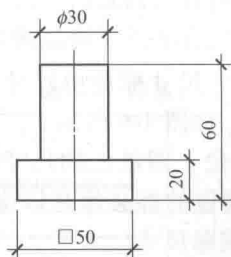

图 1-9 矩形、正方形的标注
④ 矩形、正方形尺寸标注 标注正方形的尺寸，可用“边长 $\times$ 边长”的形式，也可在边长数字前加正方形符号“ $\square$ ”，如图 1-9 所示。